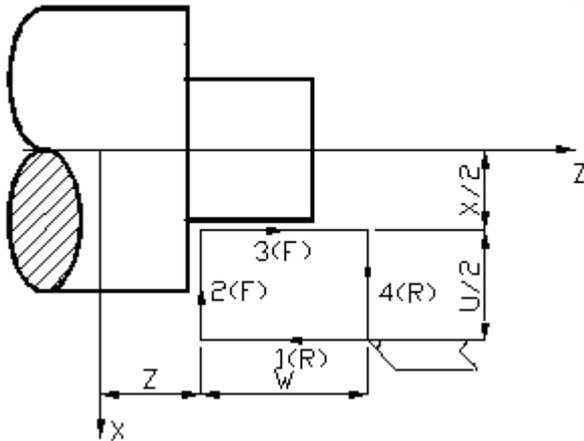
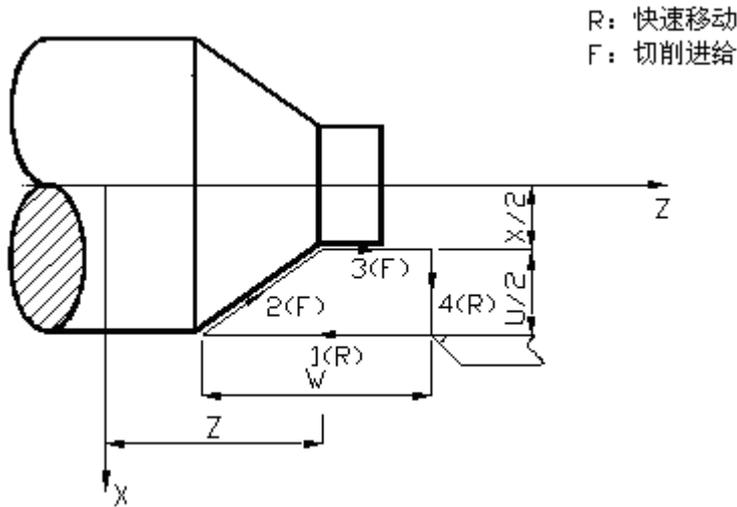

图 3.40
图 3.41
2) R: 切削起点与切削终点Z轴绝对坐标的差值，当R与U的符号不同时，要求 $|R| \leq |W|$ ，端面切削循环轨迹如图3.40,端面锥度切削循环轨迹如图3.41，取值范围及单位见3.1.2节表3-2。
3) G94指令中当没有指定新的X (U)， Z (W)， R时，前面指令的数据均有效；
4) G94指令中对于X (U)， Z (W)， R的数据，当指令了G04以外的非模态G指令或G00、G01、G02、G03、G32时，X(U)、Z(W)、R的指定值被清除；